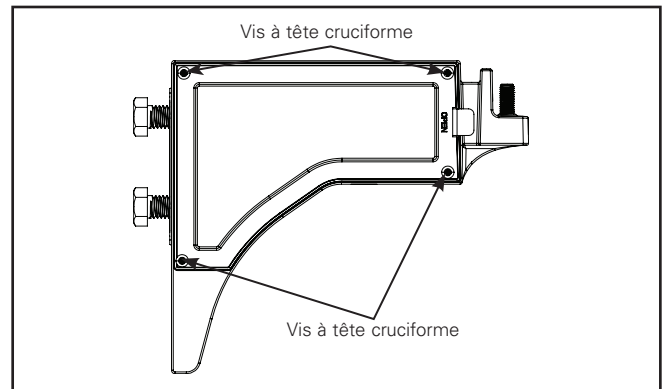

Figure 7.
- Retirez le couvre-joint sur le bras de montage sur poteau en enlevant les quatre vis à tête cruciforme et en utilisant la languette étiquetée « Open » (Ouvrir). Pas besoin de retirer complètement les quatre vis à tête cruciforme, il y a un anneau en caoutchouc sur chaque vis pour la maintenir sur le couvre-joint. Mettez la porte de côté (figure 7).
- Réinstallez le couvre-joint sur le bras de montage sur poteau à l'aide des quatre vis à tête cruciforme (figure 7). Serrez à un couple de 1,13 Nm (10 lb-po).